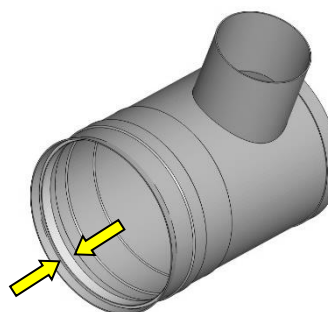

Fig. 5 : joint d'étanchéité de l'adaptateur d'air PGI
3. Coller le joint d'étanchéité de l'adaptateur d'air PGI (autocollant) sur le pourtour intérieur (Fig. 5). Découpez le joint creux pour l'ajuster.